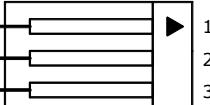

Рис. 7.4 Переходной кабель RS-232C (ТЭСМА-106 – АПД)
7.6.3 Для считывания данных по интерфейсу RS-232C в адаптер переноса данных необходимо подключить адаптер к переходному кабелю (см. рис. 7.4).